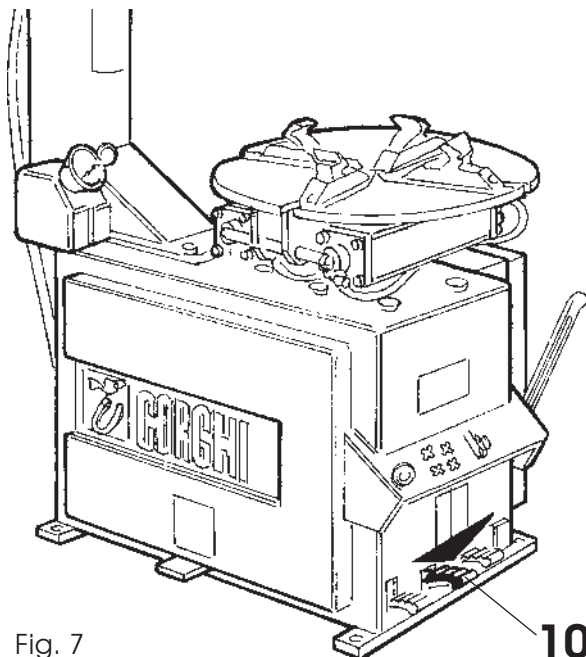

Fig. 7
Avant de raccorder les circuits électrique et pneumatique, contrôler que la machine se présente bien comme sur la figure 7, et que la pédale (10) est pressée à fond.